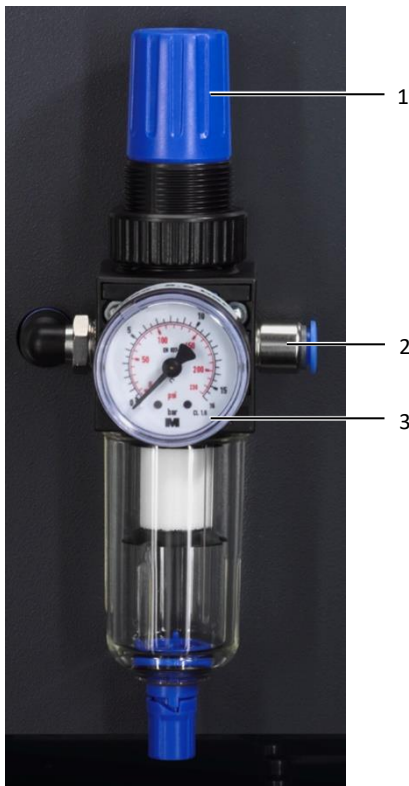

Bild 6: Installera anslutningar
- Börja med att ansluta tryckluftsslangen till maskinens tryckluftsserviceenhet (bild 6, pos. 2).
- Kontrollera manometern (bild 6, pos. 3). Drifttrycket måste ligga mellan 5 och 5,5 bar.
- Justera vid behov drifttrycket. Dra upp inställningsskruven (bild 6, pos. 1) och vrid försiktigt på den: